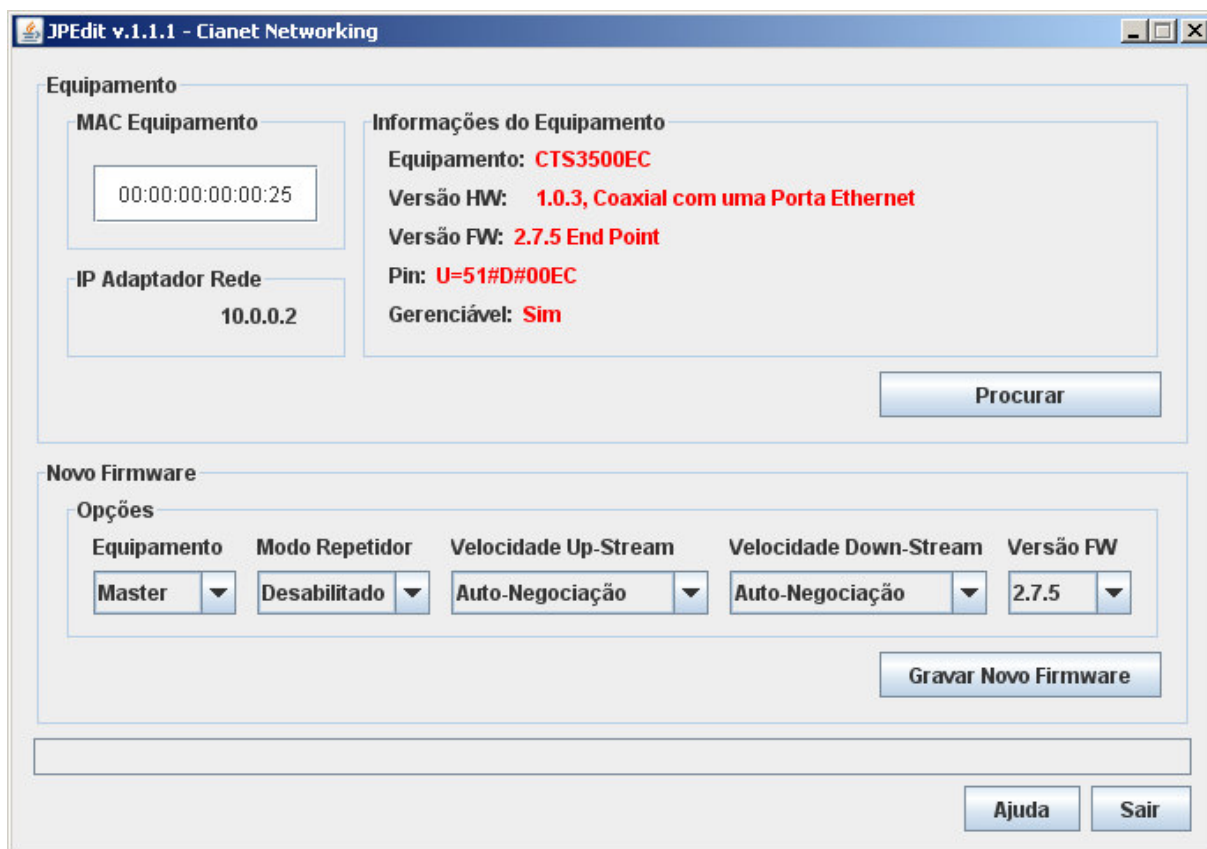

Figura 1.3.1-1: Conectar equipamento.
- Após deve-se observar em "Informações do Equipamento" o resultado encontrado. As informações encontradas surgirão em vermelho, referindo-se ao tipo do equipamento conectado: versão de hardware, versão de firmware, versão de *firmware* da Cianet (PIN) e se o mesmo é gerenciável ou não, figura 1.3.1-1.